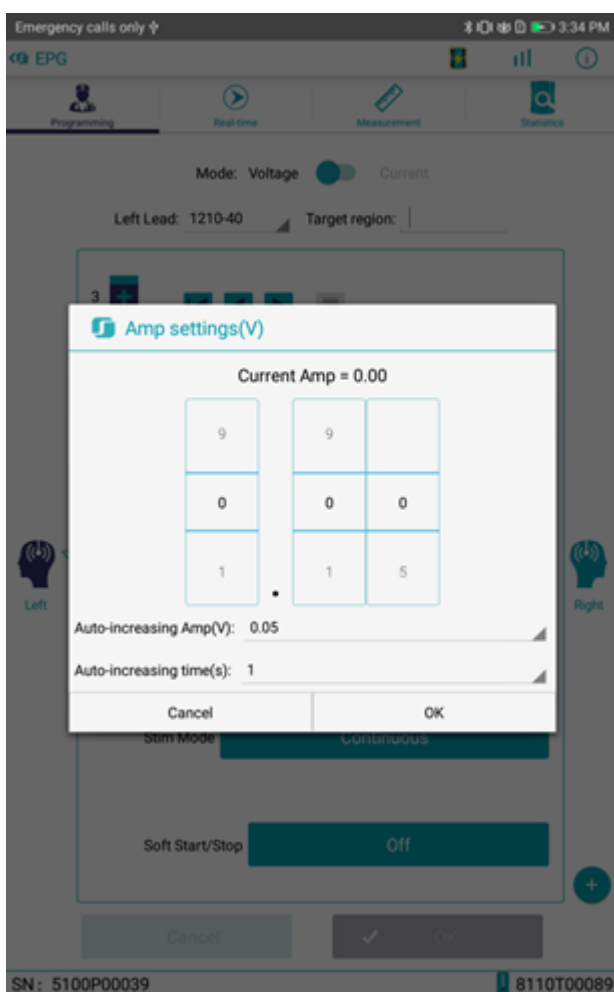

FIGURA 25: Ventana de configuración de amplitud.
2) Siga estos pasos para configurar los parámetros en la ventana emergente (Figura 25):
① Seleccione Amplificador de aumento automático: 0.05 o 0.1 en el modo de voltaje (V) o en el modo de corriente (mA).
② Seleccione Tiempo (s) de aumento automático: el tiempo requerido para cada incremento de la amplitud en segundos (apagado, 5, 2, 1 y 0,5).
③ Seleccione el valor objetivo de la lista de valores que aparece en la ventana emergente deslizando la pantalla hacia arriba o hacia abajo con su figura.